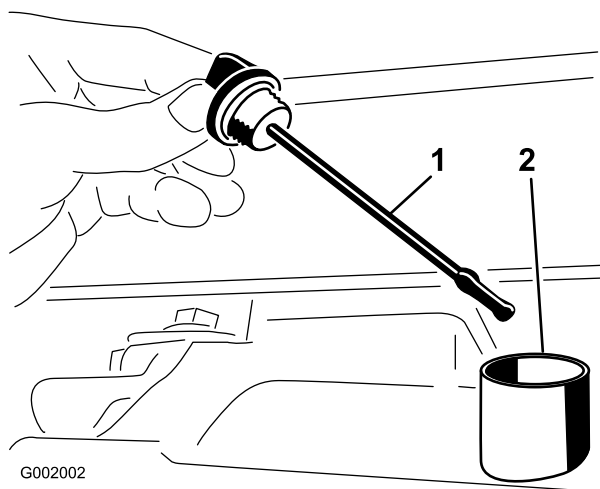

図 66
2. トランスアクスルのディップスティックを抜き、ウェスで一度きれいに拭く(図 66)。